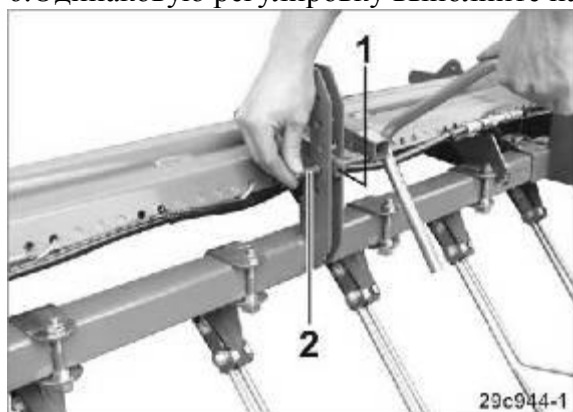

Рис. 84
2. Рычаг (Рис. 84/1) затяните рукояткой для установки нормы высева.
3. Палец (Рис. 84/2) вставьте в отверстие под рычагом.